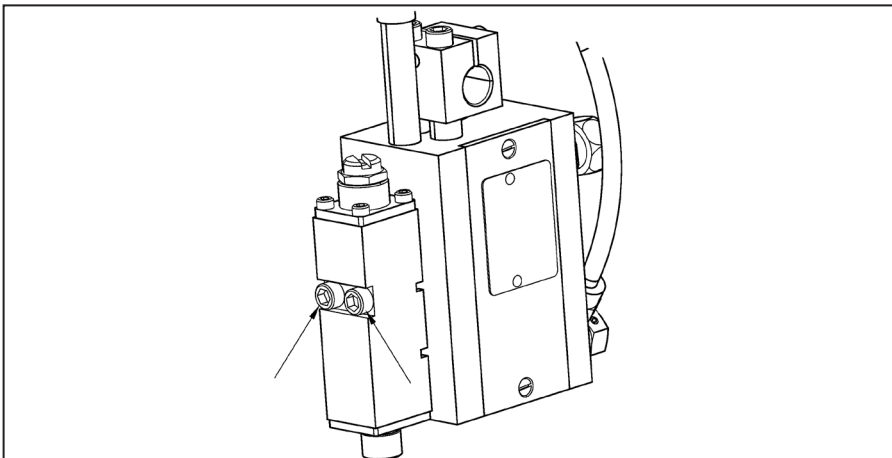

Bild 4: Austausch des Modul B200-FJ
4. Die in Bild 4 gezeigten Schrauben (M5) mit einem Innensechskant-Schlüssel (4 mm) lösen.